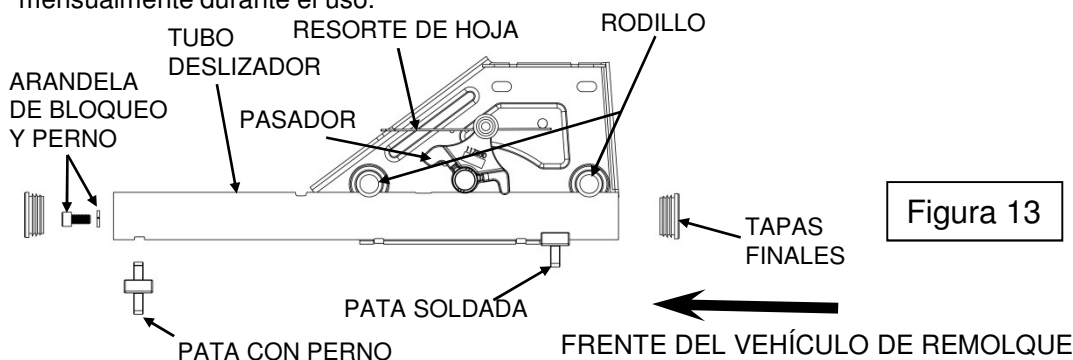

Figura 13
5. Regrese al vehículo. Libere el freno de emergencia. Active manualmente el freno del remolque y hale el vehículo hacia adelante hasta que el deslizador de Quinta Rueda REESE™ frene en la pata soldada (Figura 13) y el pestillo se enganche en la posición de maniobra (Ver Figura 16).